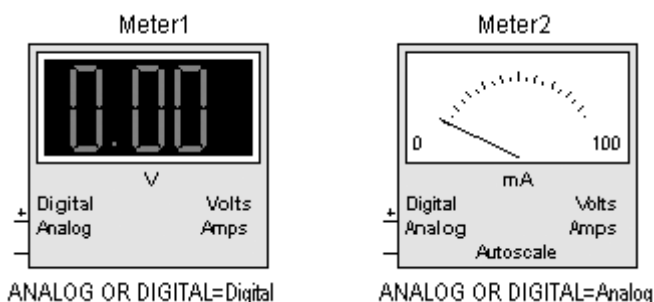

Рис. 5.58 – Измерительный прибор
5.7.5 Вольтамперметр (Animated meter) (рис. 5.58)